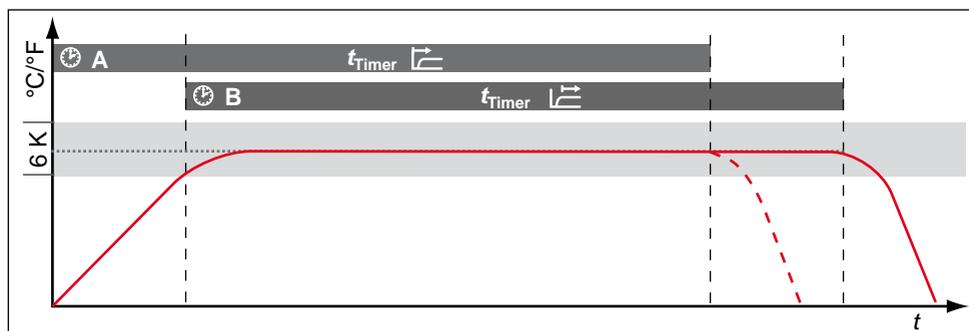

Fig. 29 Modo timer
Con este ajuste se puede definir si el reloj de cuenta atrás digital con indicación del valor nominal (temporizador, véase la página 25) debe funcionar según los valores nominales, es decir, si el tiempo de funcionamiento con temporizador no debe empezar a contar hasta alcanzar una banda de tolerancia de  $\pm 3$  K con respecto a la temperatura nominal (Fig. 29, B), o si debe hacerlo ya inmediatamente después de la activación del temporizador (A).